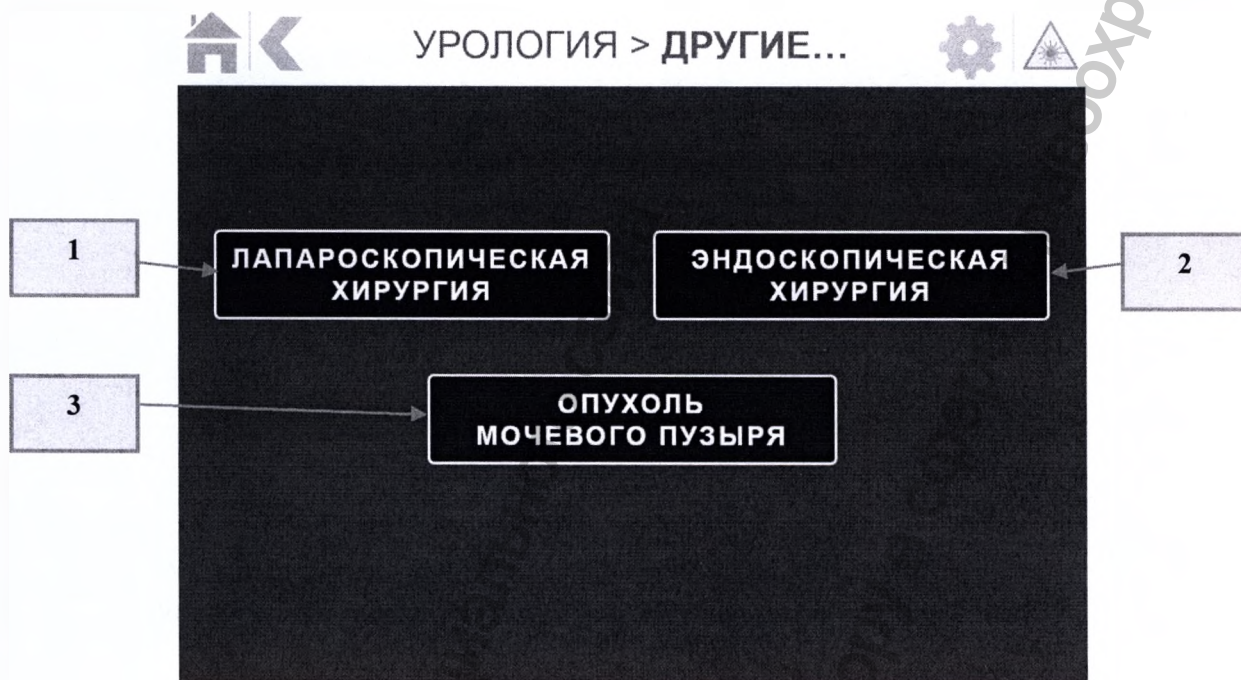

Рисунок 20. Экран списка процедур при выборе «ДРУГИЕ...»
При выборе (1) или (2) (рис. 23) откроется окно установки параметров лазерного излучения (аналогично, как и для режимов «Энуклеация» (рис. 19) или «Вапоризация» (рис. 20) при ДГПЖ).